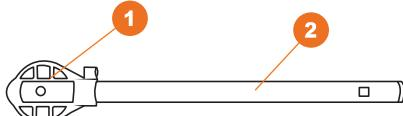

Рис. 2
- Вставьте нижнюю часть рукоятки 1 в кронштейн 2 (рис. 2).